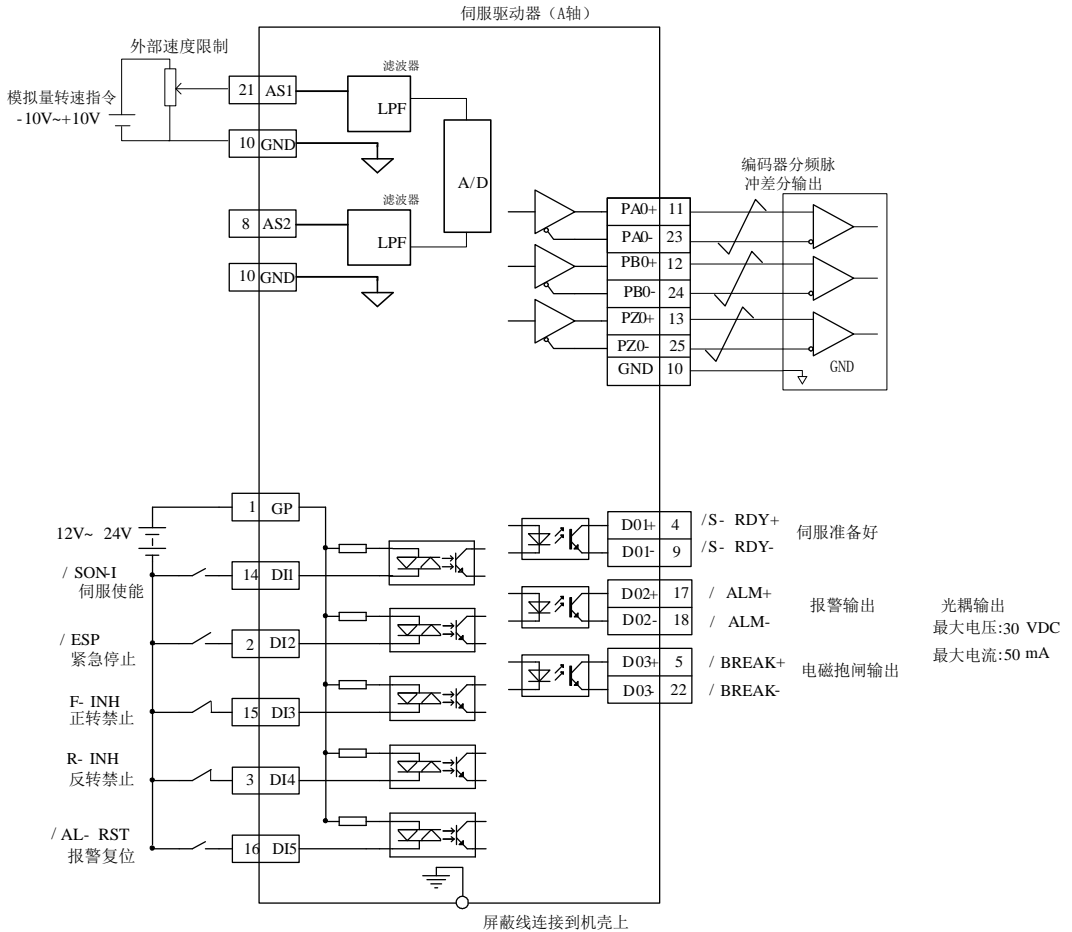
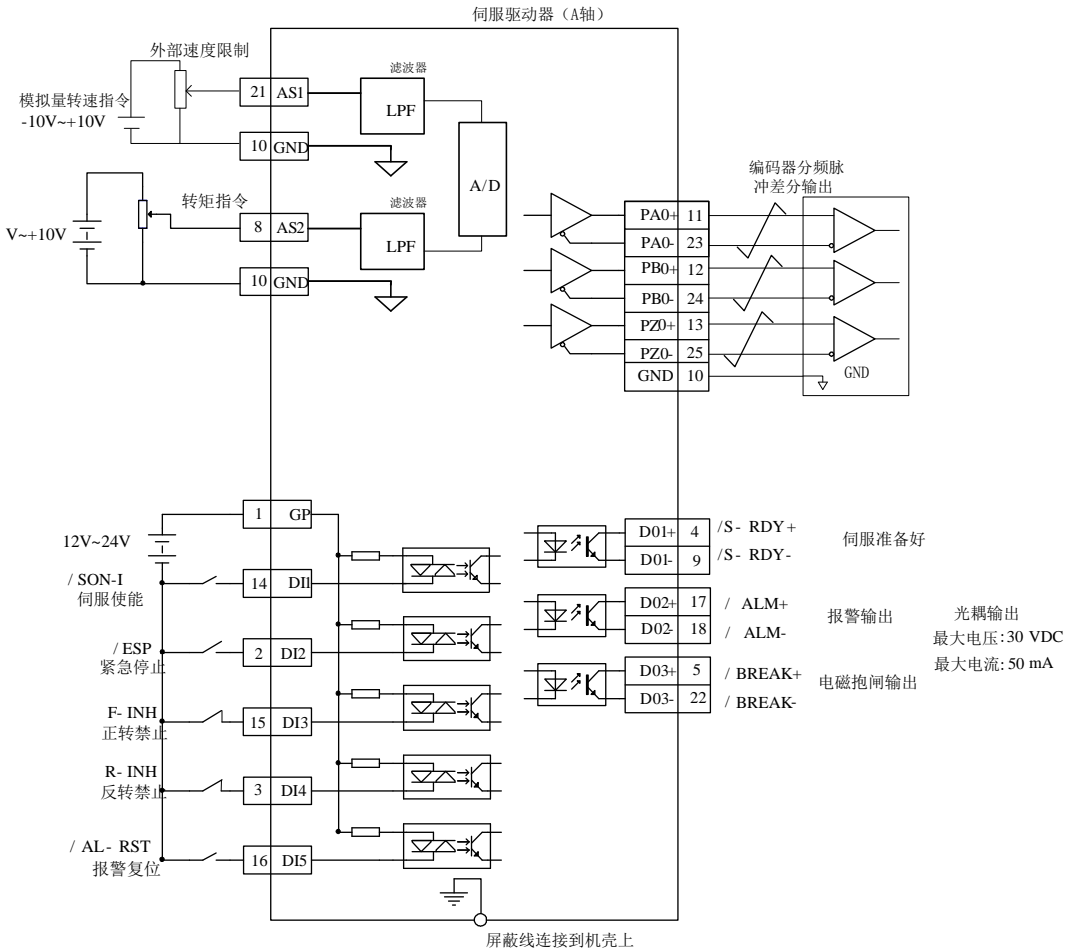

图 6.3.2 内部寄存器转矩模式典型接线图
图 6.3.3 模拟量器转矩模式典型接线图
- ★ 参考图 6.3.2 或图 6.3.3 的配线说明，进行 DI/DO 信号的连线；